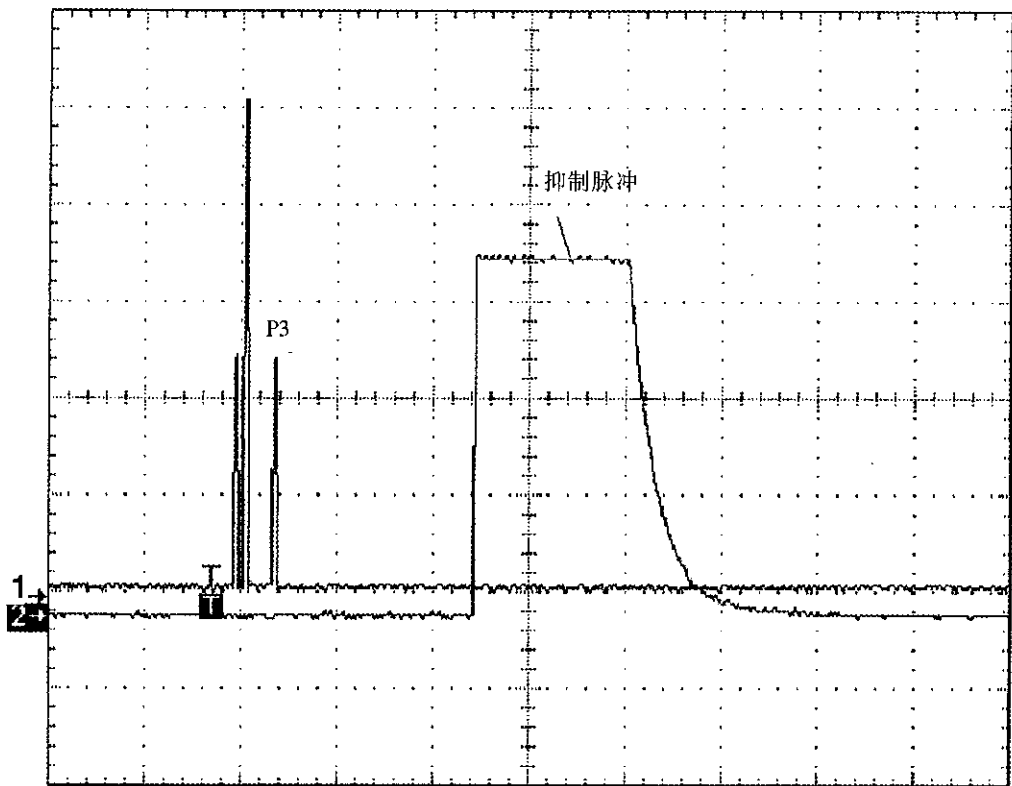

图 10
6.2.10.5 将“DBL INTERR/INTERF PULSE”置于“050.0 INTERF +”，调节示波器，观察示波器波形如图 10 所示。将结果填入附录 C 表 C14 中。